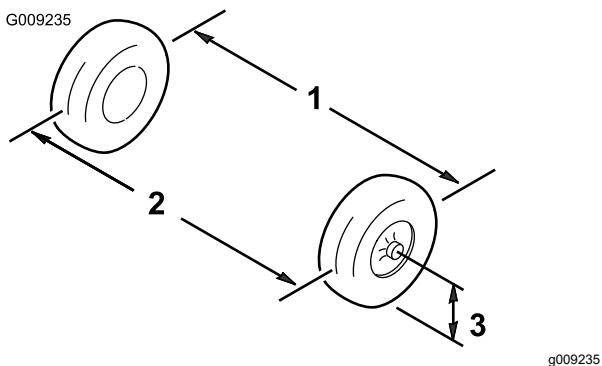

図 101
5. 前輪の前と後ろで、左右のタイヤの中央線距離を測る計測はアクスルの高さで行う(図 101)。